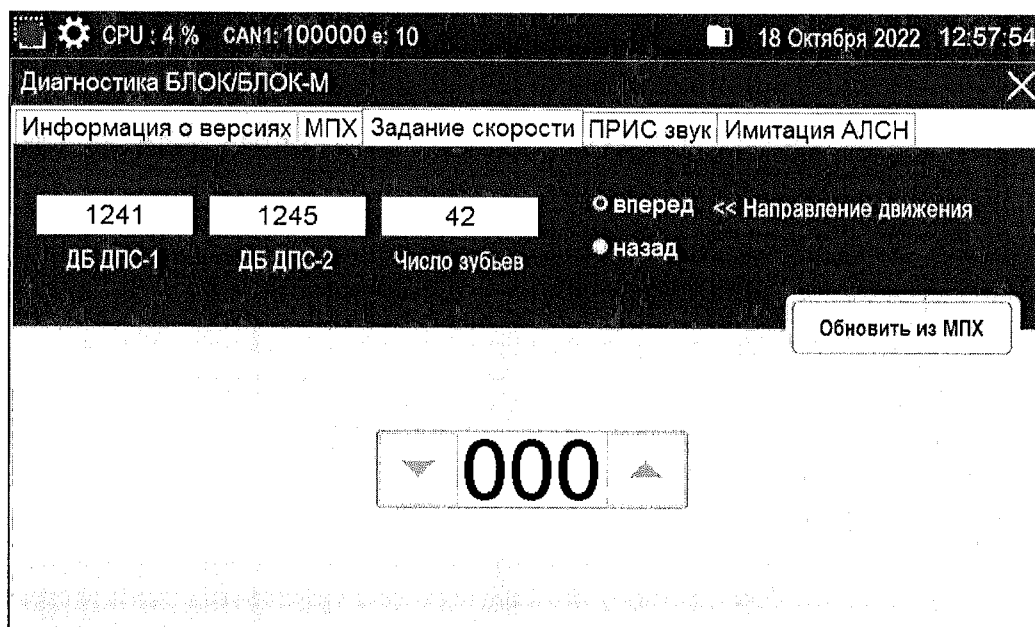

Рисунок 38
1.5.14.3 Во вкладке «Задание скорости» реализована функция имитации значений фактической скорости, в диапазоне от 0 до 501 км/ч, дискретность изменения скорости 1 км/ч (рисунок 38). Изменение значения выполняется при помощи кнопок «вверх» или «вниз».